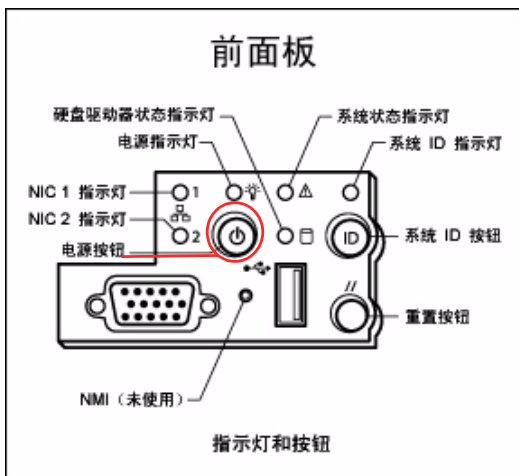

图 3-24 电源按钮和前面板明细
- 通过按前面板上（前盖后面）的 **Power**（电源）按钮（图 3-24）打开服务器 H1（序列号以“-H1”结尾）的电源。